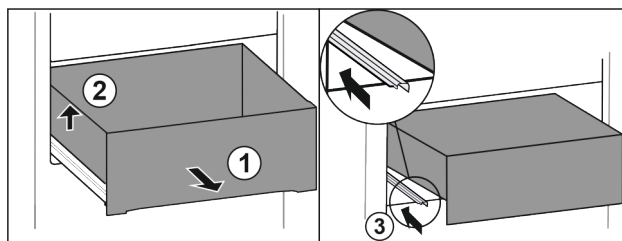

Fig. 91
- Trekk ut skuffen til anslag. Fig. 91 (1)
- Løft skuffen til venstre. Fig. 91 (2)
- Skyv inn venstre skinne. Fig. 91 (3)